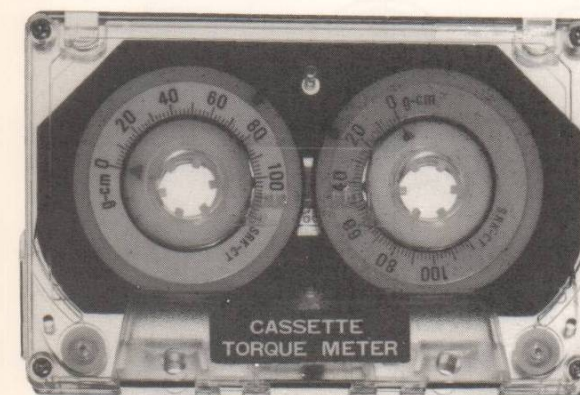

Fig. 9
**II. CONTROLE VAN DE OPSPOELFRIKTIE EN TEGENFRIKTIE (zie Fig. 9)**